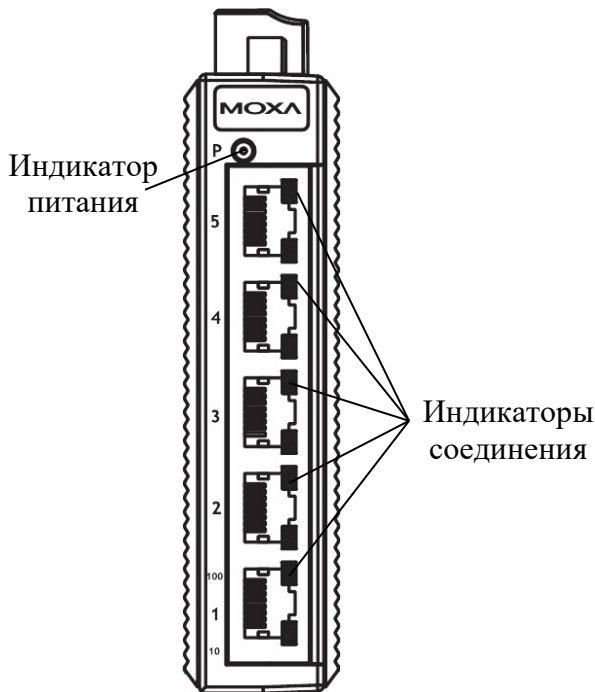

Рисунок 18
1.2.7.3 Верхние индикаторы портов Ethernet коммутатора (см. рисунок 18, индикаторы соединения) включены зеленым цветом, если к